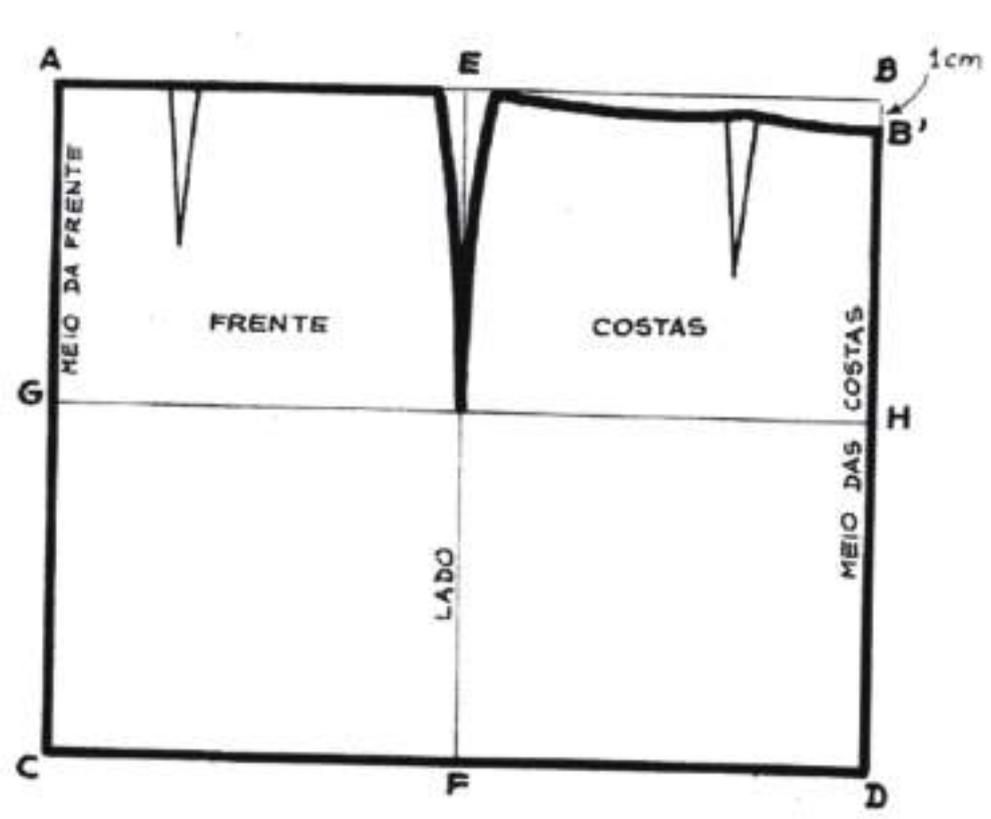

Figura 1
- B. Saia sem costuras laterais, o molde será o mesmo da (Figura 1). A saia terá costuras centrais na frente e traseiro, enquanto as costuras laterais desaparecem ou serão substituídas pela pinça formada pela curva do quadril.
- C. Saia em pano único o molde continua a ser o mesmo da (Figura 1), cortada uma vez com o tecido dobrado pelo meio da frente. A saia só terá uma costura de fechamento no meio do traseiro, desaparecendo a costura lateral como no caso anterior.